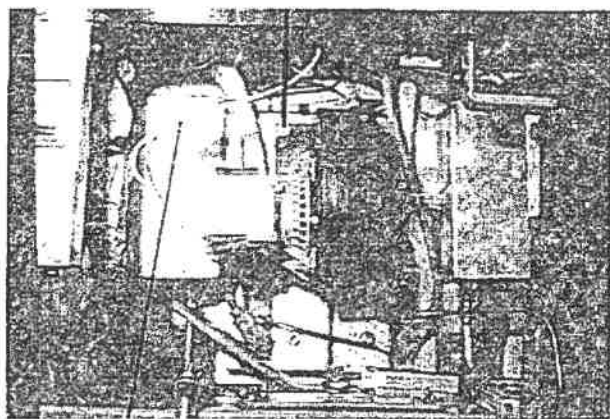

Figura 2
1. Desconecte os fios do conjunto do ventilador. (Veja a Figura 2)
2. Remova as porcas de 6mm na flange da cobertura do ventilador. (Veja a Figura 2)